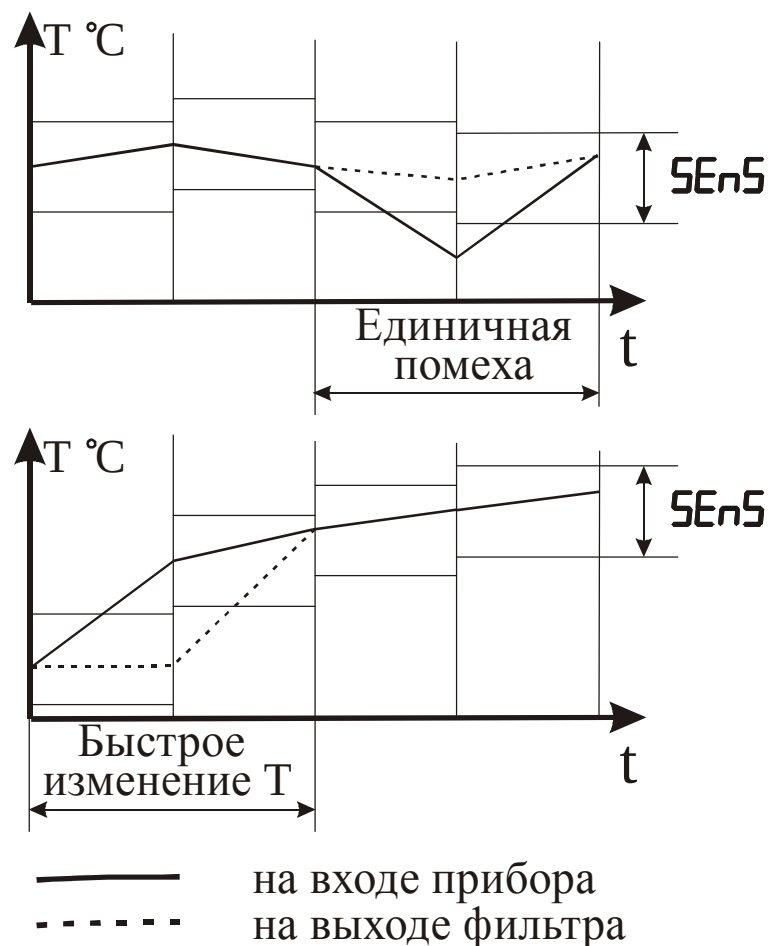

Рисунок 3.8 – Работа фильтра при воздействии случайной помехи и быстром изменении сигнала
3.3.3.7 С целью уменьшения влияния случайных импульсных помех на показания в прибор введена цифровая фильтрация. Работа фильтра описывается параметром “Полоса фильтра”. Если текущее значение температуры (влажности) отличается от результатов предыдущего измерения на значение, которое превышает указанное в параметре “Полоса фильтра”, то проводится повторное измерение, а на индикаторе остается старое значение (см. рисунок 3.8). О повторном измерении свидетельствует мигание светодиодного индикатора “К” зеленого свечения по соответствующему каналу.